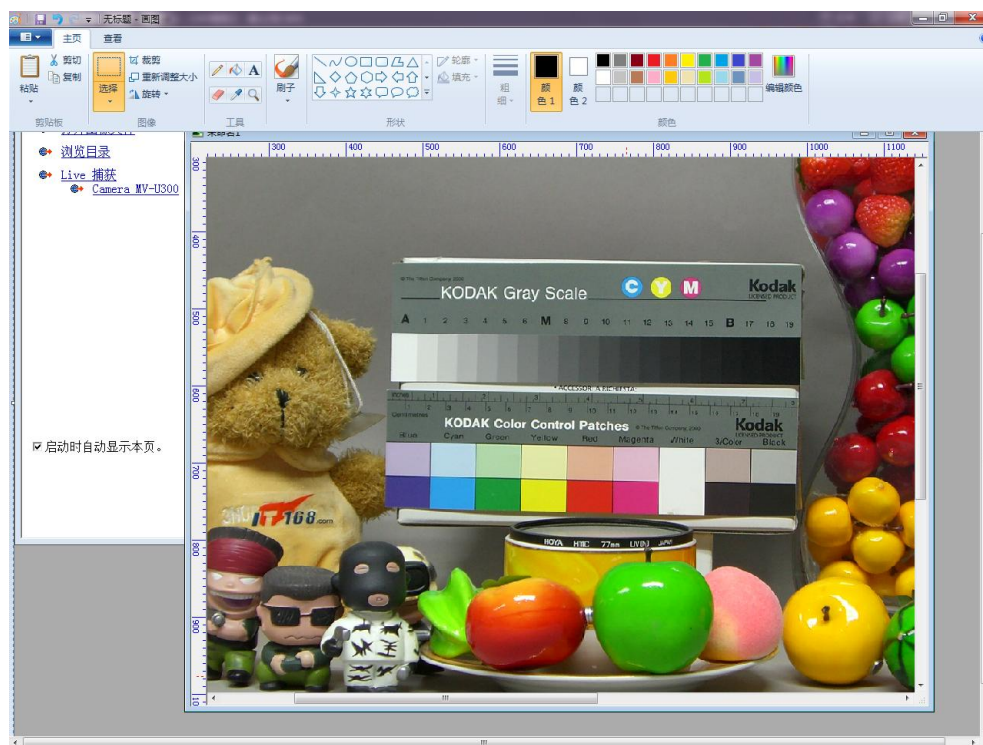

图 5.7 Scope photo 通过 TWAIN 接口采集到的图像
4. 在预览窗口下，选定好要捕获的画面后，点击图 5.2 中的捕获按钮，图像就被采集到了 Photoshop 中，如图 5.7 所示。